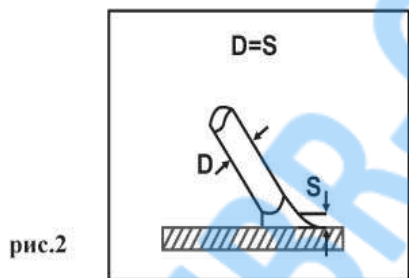
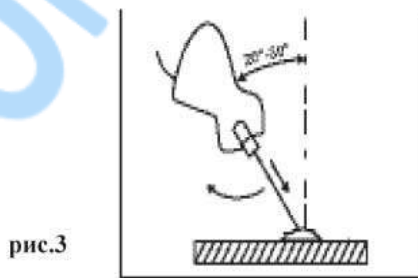

рис.2
рис.3
6.6 Как только произойдет зажигание дуги, электрод нужно держать на таком расстоянии S (см. рис.2) от обрабатываемого материала, которое соответствует диаметру электрода D (см. рис.2). Для получения равномерного шва далее необходимо соблюдать эту дистанцию по возможности постоянной. Также необходимо помнить, что наклон оси электрода должны быть примерно 20-30 градусов. (см. рис.3).